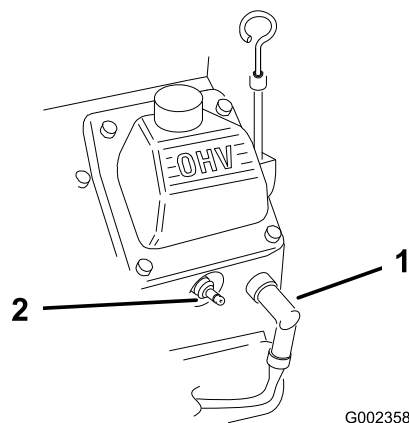

Figura 25
2. Desconecte los cables de las bujías (Figura 25).